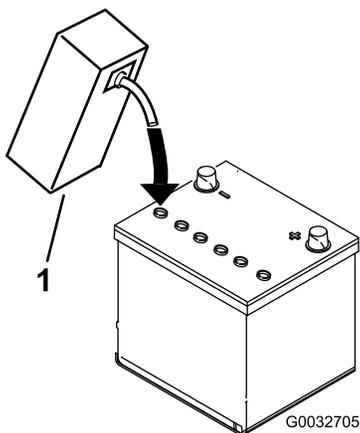

図 6
3. 各セルの電極板が液面下 6 mm 程度に水没するまで、電解液を慎重に入れる 図 6。
4. 電極板が液を吸収するまで20-30分程度待つ。必要に応じて、電極板が6 mm程度水没するぐらいに電解液を補充する図 6。